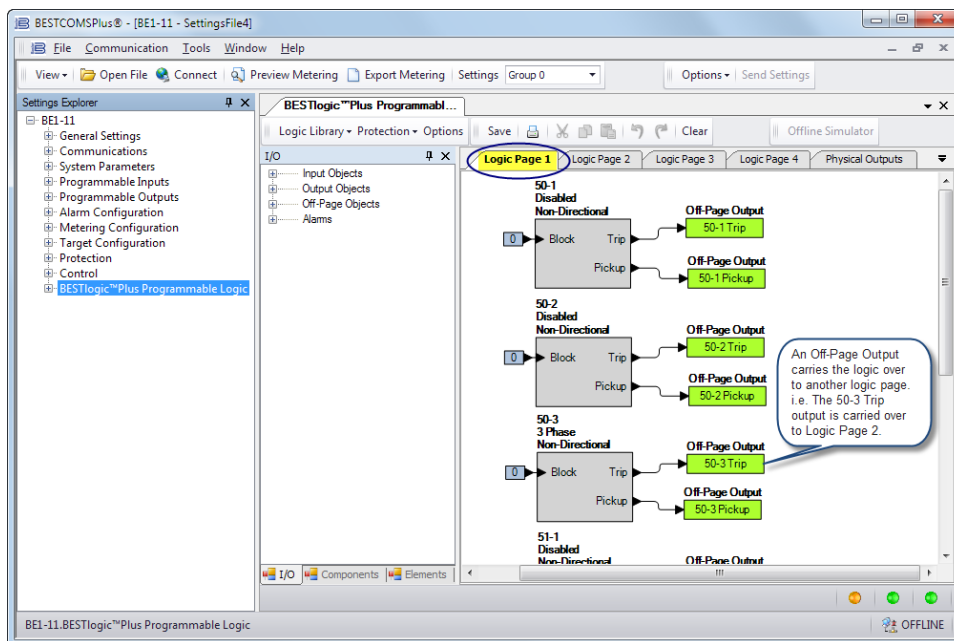

Figure 2-13. Page logique 1 (Logic Page 1) BESTlogicPlus
- Step 9: Dans l'Explorateur des paramètres (Settings Explorer), cliquez sur Logique programmable BESTlogic*Plus* pour ouvrir le diagramme logique. Cliquez sur l'onglet Page logique 1 (Logic Page 1). Reportez-vous à la Figure 2-13. Vérifier l'élément 50-3. La logique 0 connectée à l'entrée Blocage (Block) indique que l'élément 50-3 n'est jamais bloqué.